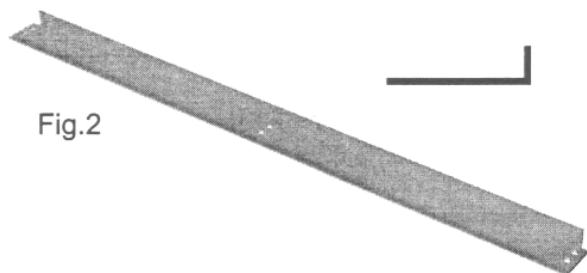

Fig.2
2. Aproximar a frente do corpo do compacto (é importante que esta operação seja realizada com as duas mãos). (Fig. 2)